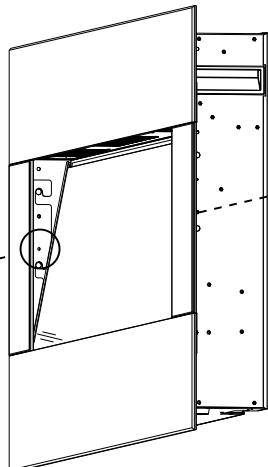

Fig. 5-1
- Retirez les deux vis servant à fixer la façade avant en place (**Fig. 5-1**).